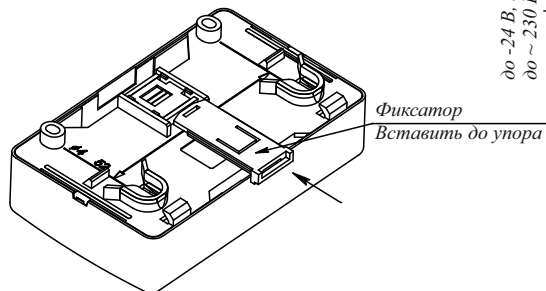

Рисунок 3 – Установка фиксатора для крепления на DIN-рейку
- в) при установке на DIN-рейку (рисунок 3):